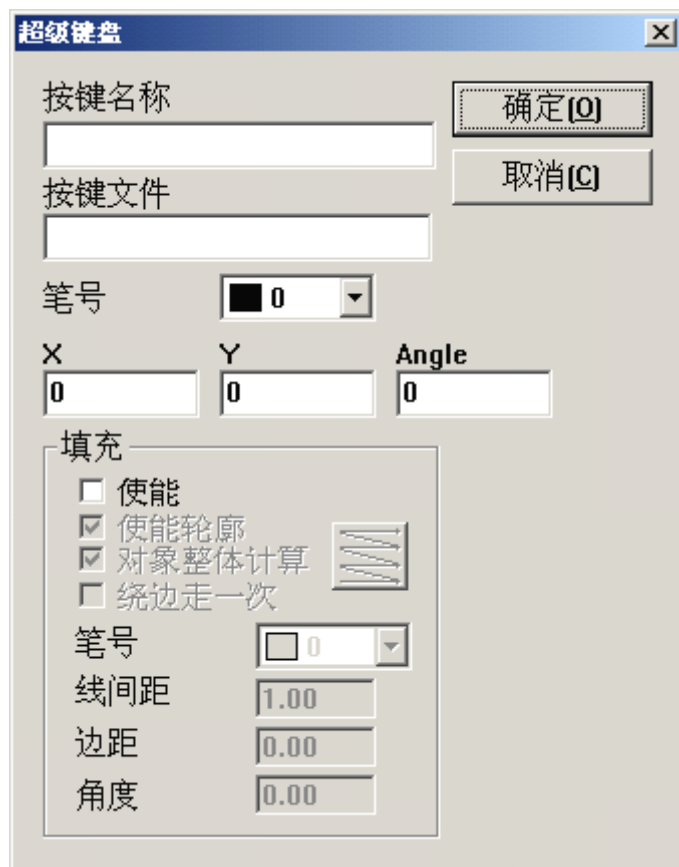

图 8-21
3. 点击按键列表下面的 增加 按钮，然后系统弹出如下图 8-21 对话框：